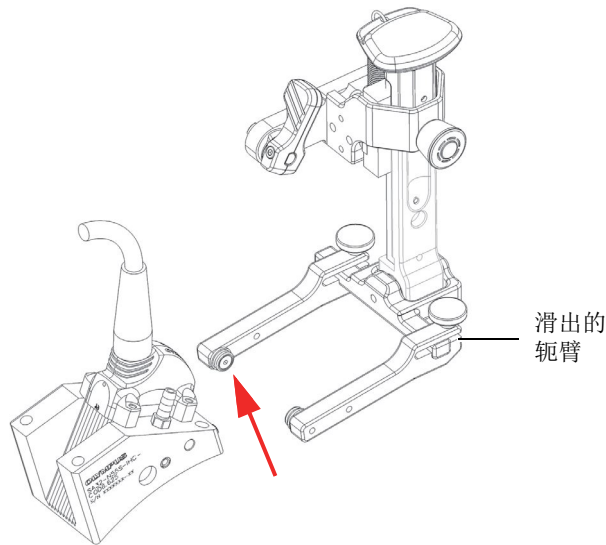

图 2-19 使楔块枢轴孔与轭臂上的按钮对齐
3. 要重新安装探头/楔块组装件, 需将楔块的枢轴孔与未滑出的轭臂上的按钮对齐 (参见第55页的图 2-19)。